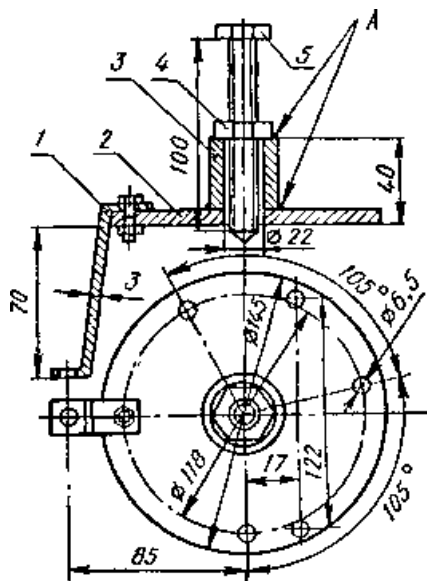

Рис. 2.16. Съемник коленчатого вала двигателей ММВЗ:
4. Установить (без скобы) съемник (рис. 2.16) на место крепления статора генератора и закрепить его тремя болтами. Ввертывая центральный болт съемника, упирающийся в цапфу, и обстукивая место разъема половин деревянным молотком, отделить правую половину картера. При этом необходимо следить, чтобы прокладка отделялась вместе с одной из половин, для чего действуют лезвием ножа, отвертки или бритвы.
ся тем же съемником (рис. 2.16), закрепив его в двух точках к отверстиям крепления левой крышки, а в третьей точке с помощью скобы к отверстию крепления половин картера.